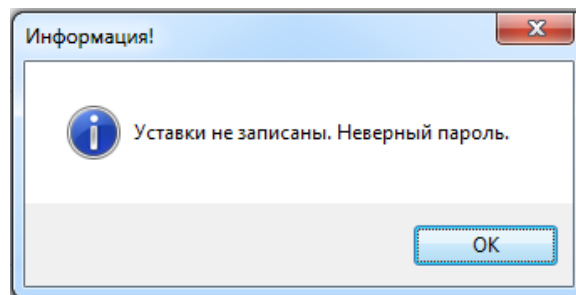

Рисунок 20 – Информация о неверном пароле
2.6.4 Если же пароль оказался неверным, на экране появится информационное сообщение «Уставки не записаны. Неверный пароль» (см. рисунок 20).